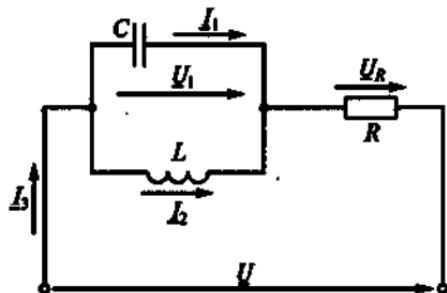

Рис. 75
3.12. Каковы напряжения U_1 , U_R и токи I_1 , I_2 и I_3 на рис. 75 при резонансе токов, если $U = 380 \text{ В}$, $x_C = 38 \text{ Ом}$, $R = 100 \text{ Ом}$? (Указать неправильный ответ.)